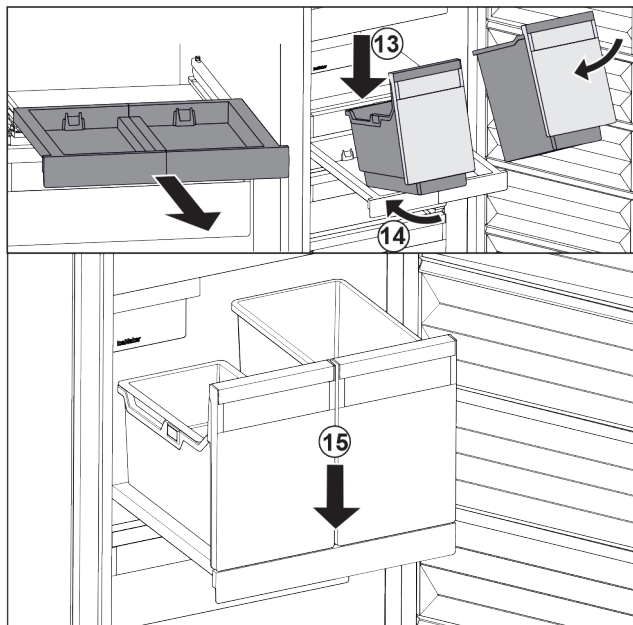

Fig. 123
- ▶ Założyć pojemnik pod skosem na wysuwaną półkę. Fig. 123 (13)
- ▶ Wsunąć pojemnik pod skosem do tyłu. Fig. 123 (14)
- ▶ Osadzić pojemnik z przodu. Fig. 123 (15)